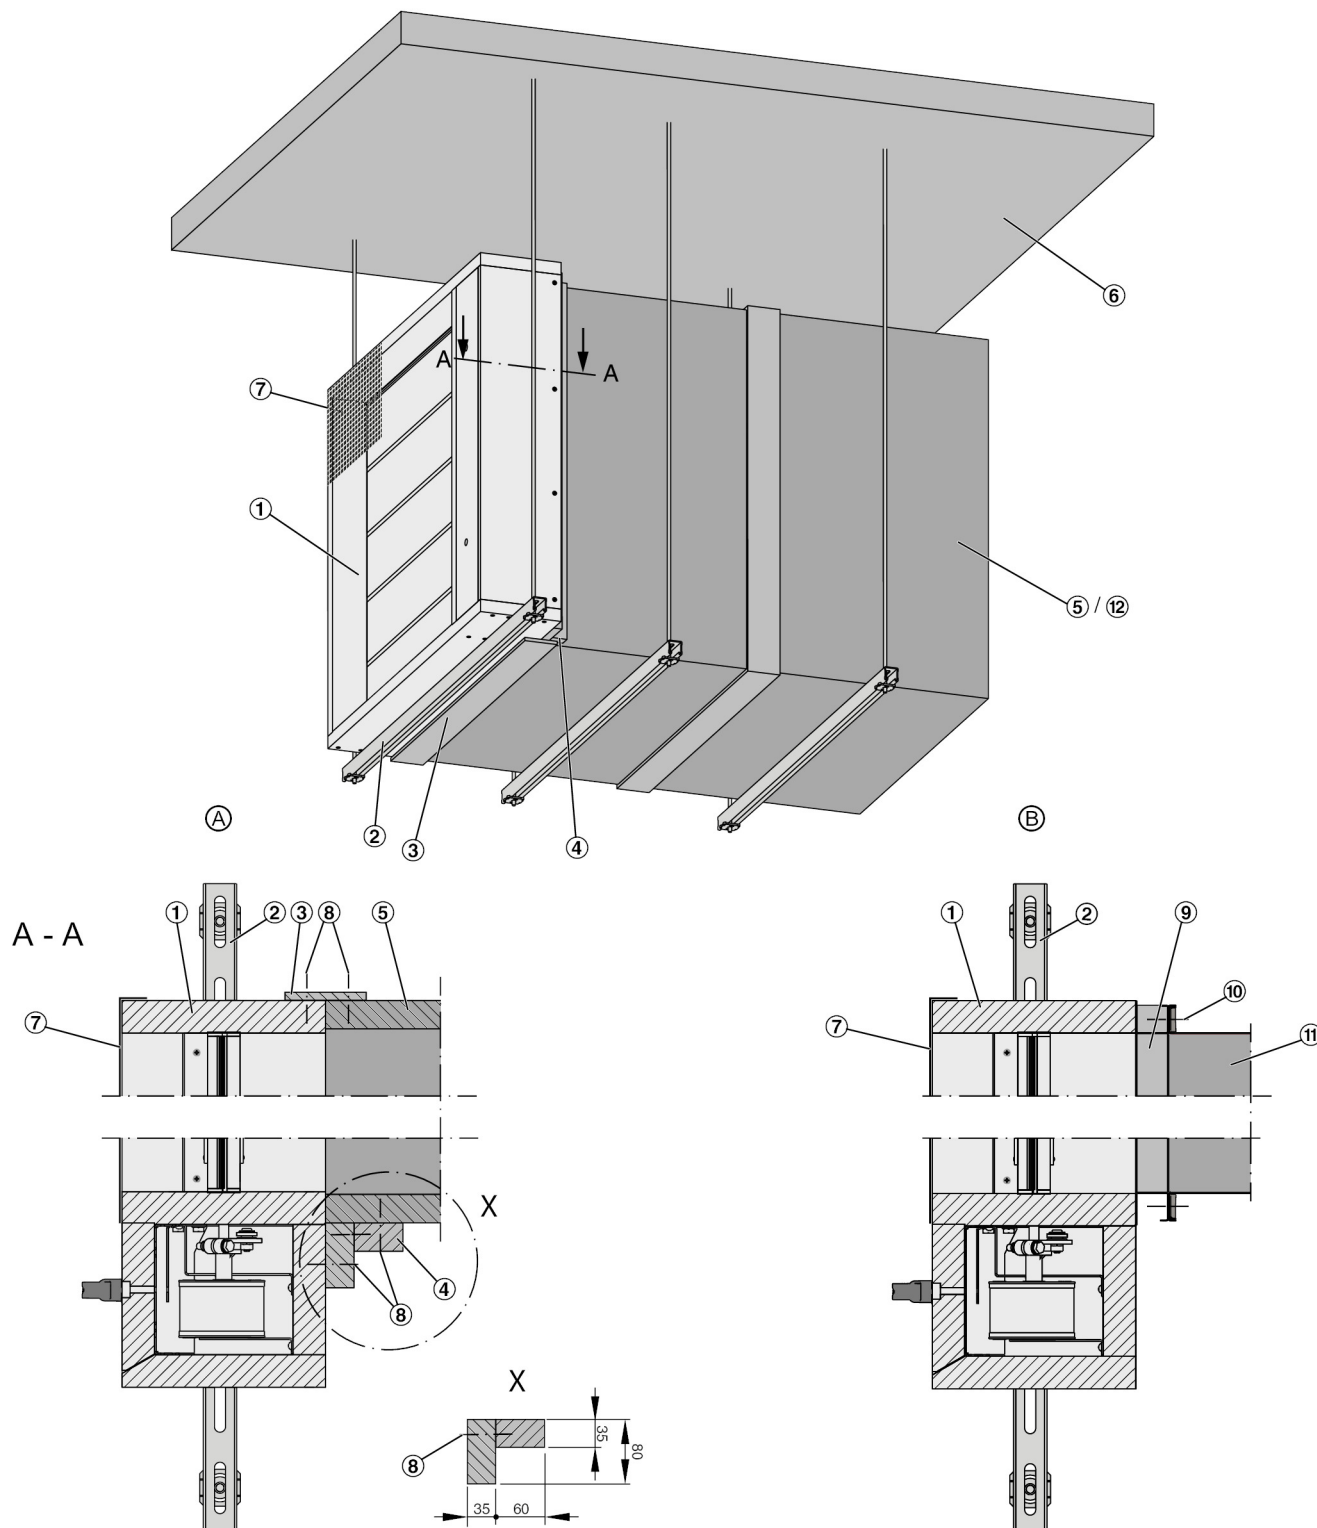

Abb. 33: Einbau am Ende einer horizontalen Entrauchungsleitung
3. ▶ Zwischen Antriebskapselung und Entrauchungsleitung einen Riegel ( Abb. 33 /4) anbringen.
4. ▶ Verbindung (Verbindungsstreifen) ( Abb. 33 /3) zwischen Entrauchungsleitung und Entrauchungsklappe herstellen ↪ 6 „Entrauchungsleitung und Abschlussgitter“ auf Seite 65 .
1. ▶ Entrauchungsklappe ( Abb. 33 /1) mit Anschlussrahmen (optional ( Abb. 33 /9)) abhängen ↪ 5.9 „Entrauchungsklappe abhängen“ auf Seite 64 .
2. ▶ Entrauchungsleitung ( Abb. 33 /11) bis an die Entrauchungsklappe heranführen und abhängen.
3. ▶ Entrauchungsleitung mit Verschraubung ( Abb. 33 /10) am Anschlussrahmen verschrauben.